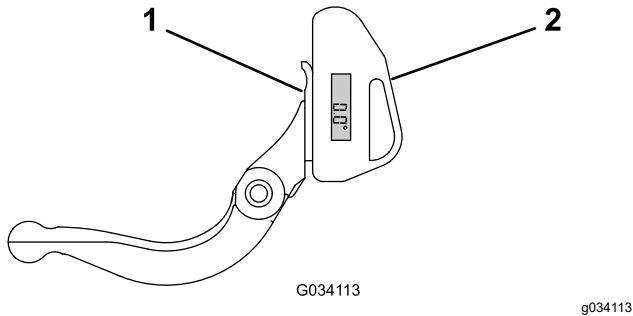

Рисунок 24
1. Встановіть індикатор кута на нижній стороні нерухомого ножа, як показано на Рисунок 24.